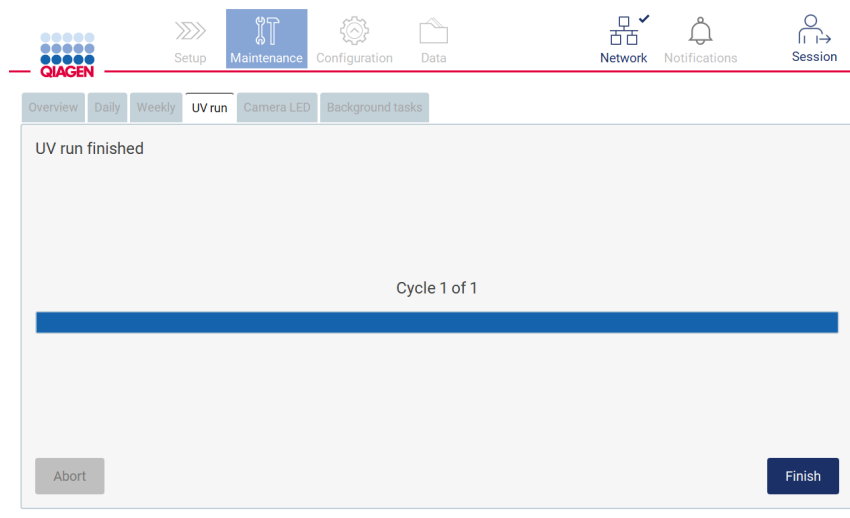

Abbildung 188. UV run finished screen (Bildschirm „UV-Lauf beendet“).
7. Nach der Durchführung des UV-Laufs wird eine Meldung (siehe folgende Abbildung 188) angezeigt. Tippen Sie auf **Finish** (Fertigstellen), um den UV-Lauf abzuschließen.